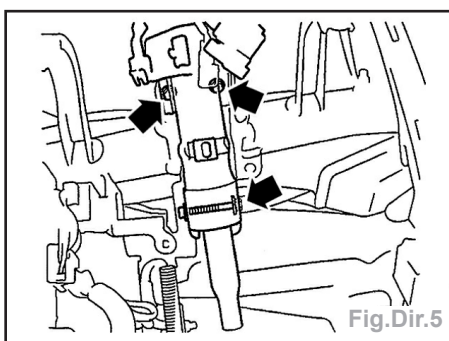

Fig.Dir.5
- Déposer les 3 vis de fixation de la colonne de direction puis la déposer (Fig.Dir.5).